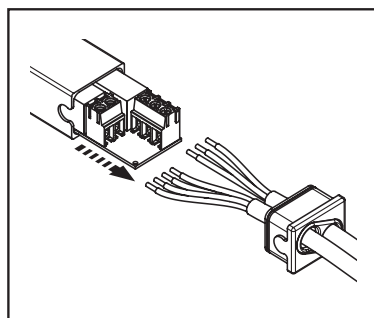

fig.5 Scheda estratta dal contenitore
5. Estrarre la scheda di qualche centimetro dal contenitore (fig. 5).